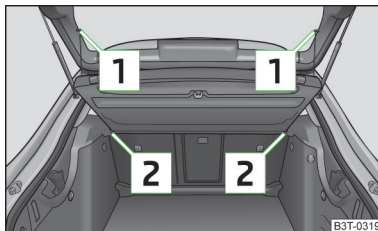

Fig. 103
- Agățați benzile de susținere **1** » fig. 103 de la capota portbagajului.
- Împingeți masca de acoperire a portbagajului în suporturile **2** » fig. 103.